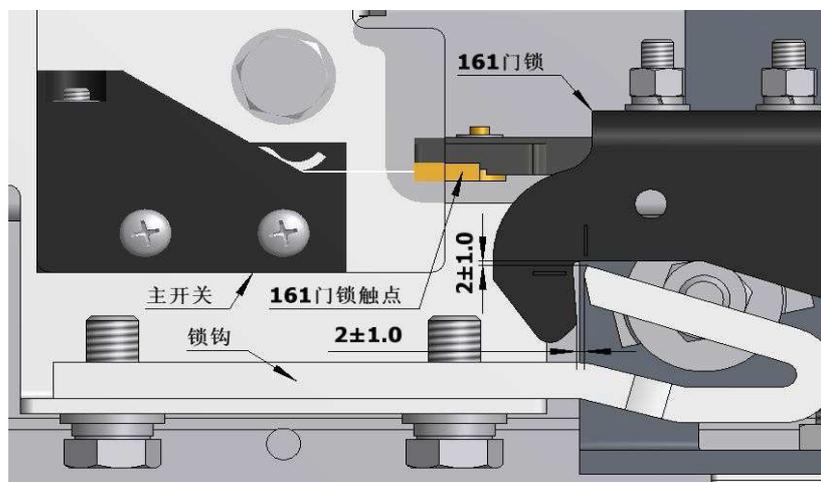

图 7-22
- c. 在关门状态下，调节锁钩与门锁的距离为： 2 ± 1.0 毫米。保证 门锁触点与主开关触点可靠接触。请见图 7-22：